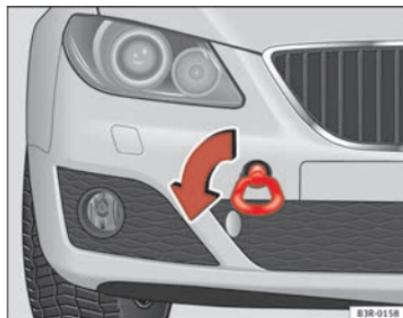

Fig. 231 Vissage de l'œillet de remorquage avant
- Vissez l'œillet jusqu'à la limite vers la *gauche*, dans le sens indiqué par la flèche ⇒ fig. 231. ■